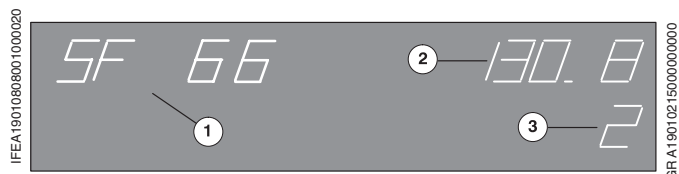

Рис. 49 Специальная функция SF 66: градусное значение машины
- ❶ Нажать на клавишу СПЕЦИАЛЬНЫЕ ФУНКЦИИ.
- ❷ На цифровой клавиатуре вызвать специальную функцию 66. На дисплее появится текущее градусное значение машины (Рис. 49/❷) и позиция окружной приводки (Рис. 49/❸).
- ❸ Открыть защитное ограждение машины на стороне обслуживания и вставить кривошипную рукоятку.
- ❹ После включения главного выключателя машину повернуть сначала кривошипной рукояткой до положения 0° , затем поворачивать дальше, пока на дисплее не появится $228,0^{\circ}$.
- ❺ Выйти из индикации, нажав кнопку СПЕЦИАЛЬНЫЕ ФУНКЦИИ.